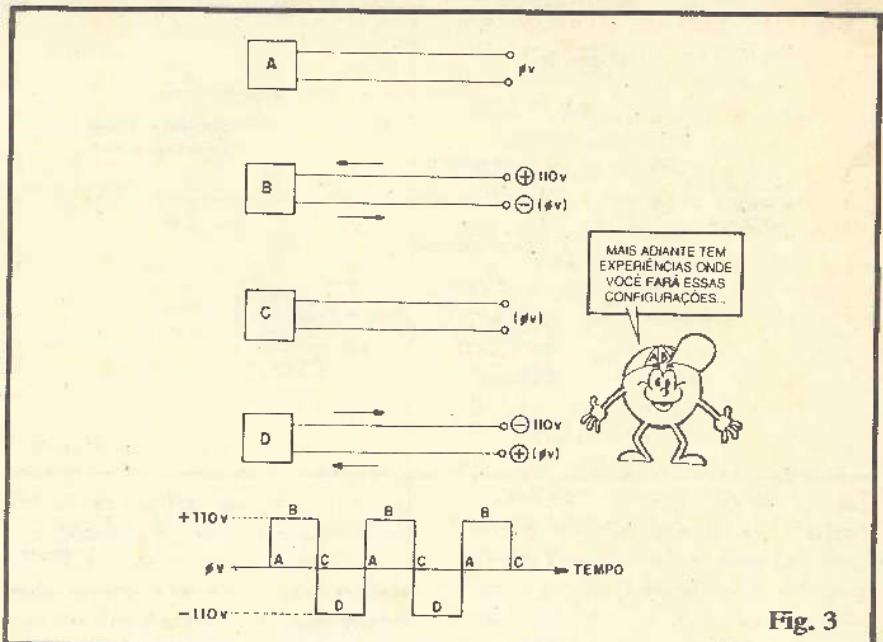
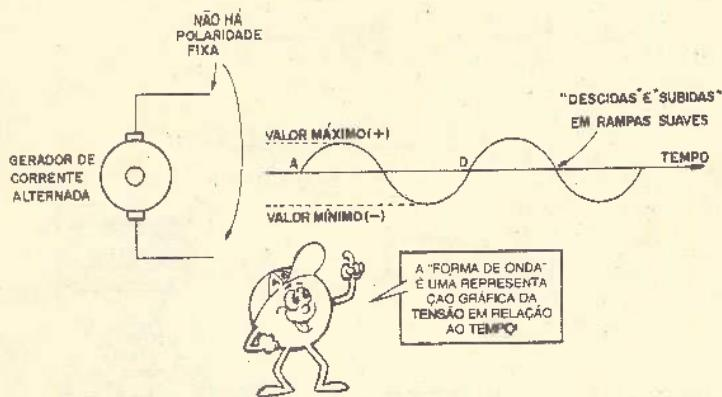

Fig. 3
Fig. 4
Entretanto, essa (Corrente Contínua) não é a única forma de se fornecer corrente a um circuito! A energia elétrica também pode se fazer presente na forma de CORRENTE ALTERNADA, ou seja: fornecida por um gerador ou fonte cuja **polaridade se inverte** ou se **alterna** num ritmo constante! Vamos analisar o “comportamento” de uma fonte de CORRENTE ALTERNADA, a partir da fig. 3:
- **FIG. 3** - Em princípio, a “caixa” mostrada na figura, não difere muito de uma pilha: é uma fonte de corrente elétrica, dotada de **dois** polos ou terminais de saída... No entanto, essa “caixa” da fig. 3 apresenta uma característica que a difere de uma pilha: ao longo do **TEMPO**, a polaridade dos seus terminais se modifica, se inverte ou alterna, constantemente, dentro de um “ritmo”! As letras A,B,C e D indicam a **cronologia** dos eventos, ou seja: acontece primeiro a condição A, depois B, em seguida C e assim por diante... Analisemos essa sequência de eventos:
considerar os dois “furinhos” da tomada como os dois polos da nossa “caixa”, o comportamento (polaridade) será muito parecido com o ilustrado na fig. 3, ou seja: o **POSITIVO** e o **NEGATIVO** se alternam, constantemente, dentro de um ritmo determinado (no caso, **60 vezes por segundo**, o que se diz, tecnicamente, numa **frequência de 60 Hertz**). Tem, porém, uma importante diferença entre o gráfico da fig. 3 e a C.A. (Corrente Alternada) presente aí na tomada: a **FORMA de onda**!
- **FIG. 4** - Pelas especiais características dos geradores da Cia. de Eletricidade (que estão lá nas usinas hidroelétricas ou termoelétricas...) a alternância da polaridade **não se dá** (na C.A. domiciliar...) de forma brusca e instantânea (não “vai” de zero a positivo ou de zero a negativo em “tempo zero”, como sugere o gráfico no fim da fig. 3...). Na verdade, a transição de polaridade e de “voltagem” ocorre, na C.A. domiciliar, de forma relativamente “suave”, com suas “subidas” e ‘descidas’ na forma de “rampas”... Sua representação gráfica (fig. 4) parece uma sequência formada por letras “S” deitadas, numa configuração que, em matemática e geometria, chamamos de **SENOÍDE** (das o nome de “SENOIDAL” dado à forma de onda da C.A. domicili-
liar...). Notar que a TENSÃO “sobe” de forma relativamente lenta, do zero até um “pico” positivo, desce depois, também em relativa lentidão, em direção ao zero, prosseguindo essa “descida”, ainda em rampa suave, até um “pico” negativo (ou “vale”, como dizem os técnicos...), do qual novamente sobe, na mesma configuração de rampa, até o zero, e assim por diante. À essa sequência de situações (do zero ao positivo, novamente ao zero, depois até o negativo, retornando ao zero...), dá-se o nome de **UM CICLO** (o que ocorre entre os pontos A e D do gráfico da fig. 4).